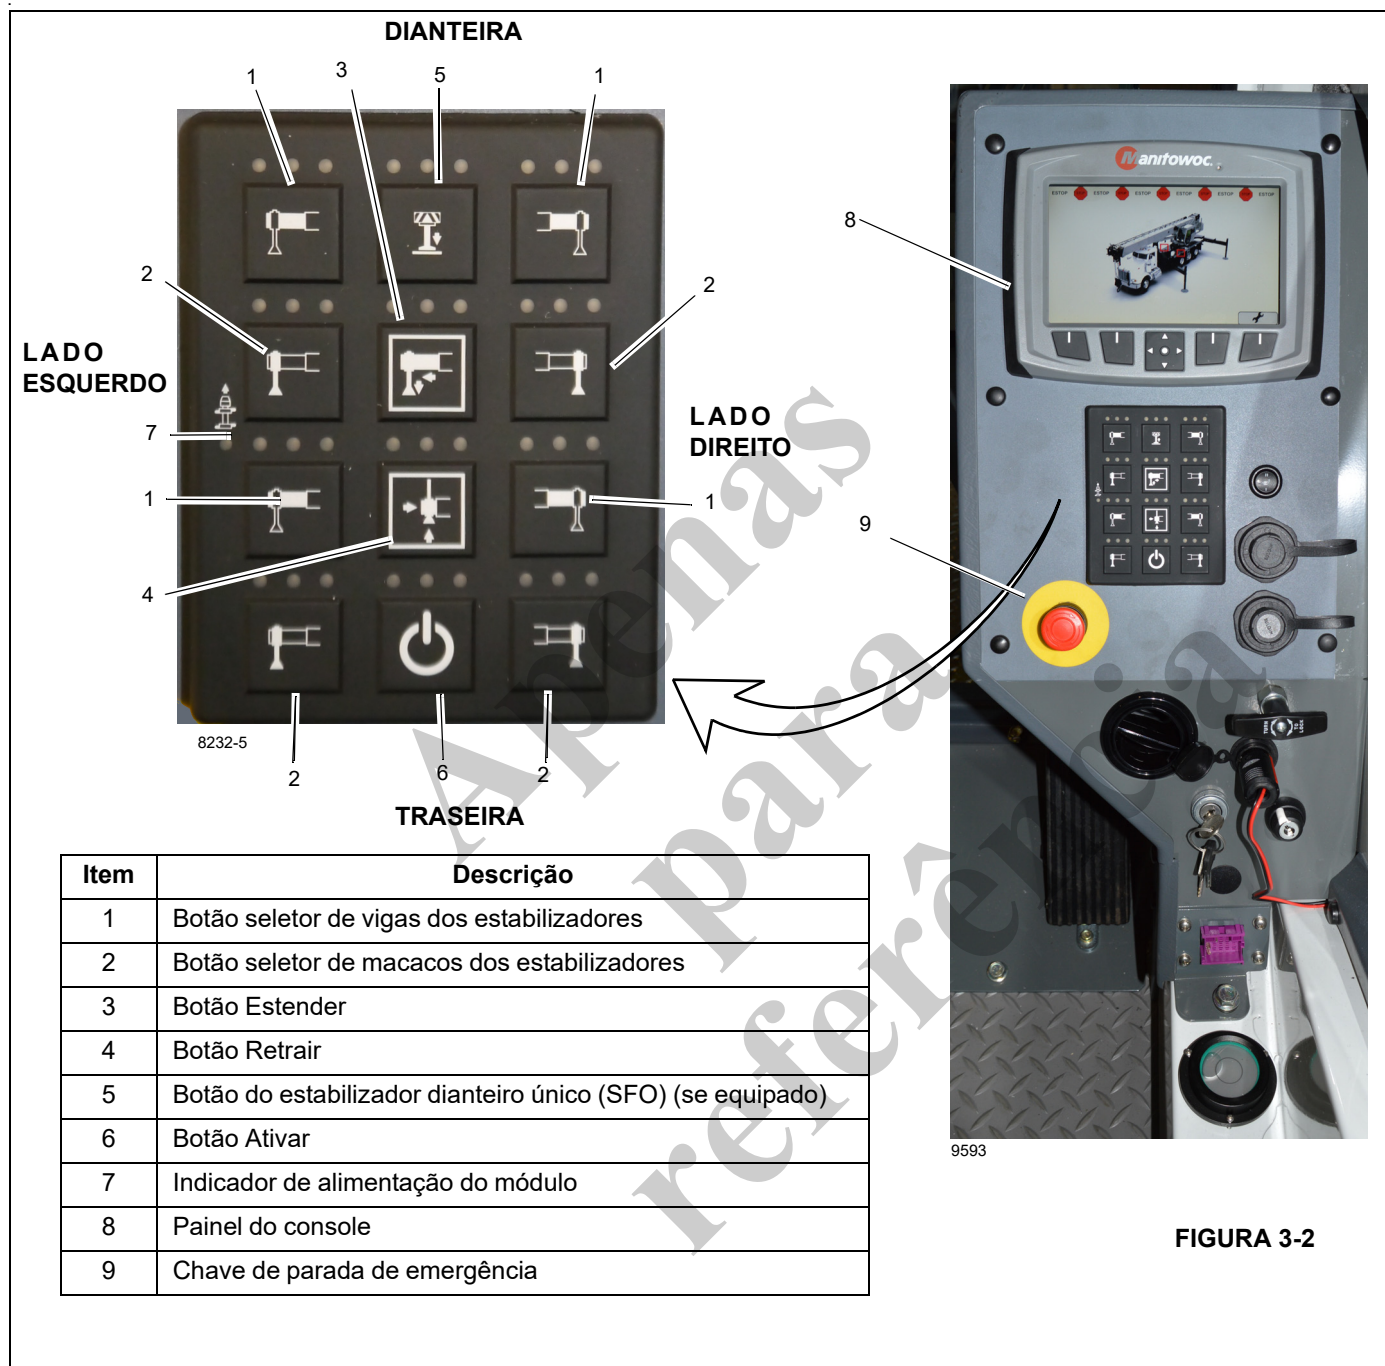

FIGURA 3-2
- É necessário liberar a chave ESTOP (9, Figura 3-2) da cabine do guindaste.
Os estabilizadores podem ser operados de três locais, incluindo um controlador de teclado localizado no (Figura 3-1) console da cabine do guindaste e dois teclados da estação de solo (Figura 3-2) localizados à esquerda e à direita da estrutura do transportador. Cada controlador do estabilizador da cabine possui os controles para estender e
O painel de controle do estabilizador da cabine (Figura 3-2) está localizado no painel dianteiro do console da cabine da superestrutura e é usado para controlar os estabilizadores de dentro da cabine. O painel de controle possui um touchpad com botões de controle e indicadores para estender e retrair as vigas dos estabilizadores, para elevar e abaixar os cilindros dos macacos dos estabilizadores e para elevar e abaixar o estabilizador dianteiro único (SFO), se equipado. Se não estiver equipado com um SFO, os indicadores LED de SFO acima do botão do SFO acendem em vermelho. A estação de controle da cabine do guindaste contém um indicador de nível e uma chave de parada de emergência. Todas as funções do estabilizador podem ser controladas pelo painel de controle da cabine.
O botão ativar está localizado no painel de controle do estabilizador da cabine (Figura 3-2) e é usado em conjunto com a pré-seleção de chaves seletoras do estabilizador para controlar as funções do estabilizador.
O botão de extensão está localizado no painel de controle do estabilizador (Figura 3-2) e é usado em conjunção com os botões de ativação para controlar as vigas do estabilizador ou as funções do macaco.
O botão de retração está localizado no painel de controle do estabilizador (Figura 3-2) e é usado em conjunto com os botões de ativação para controlar as vigas do estabilizador ou as funções do macaco.
Os indicadores LED exibem o status do botão de controle selecionado (Figura 3-2) no painel de controle do estabilizador da cabine. Um LED acenderá por 5 segundos depois que um botão tiver sido selecionado.
O indicador de alimentação do módulo está localizado no painel de controle do estabilizador da cabine e indica que a estação de controle dos estabilizadores (Figura 3-2) é ativada quando um LED verde acende. A estação de controle não pode ser ativada se o guindaste estiver executando outra função. (Por exemplo: operar a lança.)
Os botões seletores das vigas dos estabilizadores (Figura 3-2 e Figura 3-3) são usados para operar as vigas dos estabilizadores dianteiros ou traseiros. Ambos os lados
Os botões seletores da viga do estabilizador do controle de solo (Figura 3-1 e Figura 3-2) são usados para operar a viga do estabilizador dianteiro ou traseiro somente do mesmo lado do guindaste em que o controle de solo se encontra.
Use os botões seletores do macaco do estabilizador (Figura 3-1 e Figura 3-2) para indicar qual macaco deseja operar.
O botão do SFO (Estabilizador único dianteiro) está localizado no painel de controle do estabilizador (se equipado) para os controles do estabilizador da cabine (Figura 3-2) e controles de estabilizador de solo (Figura 3-1 e Figura 3-3). O botão do SFO é usado para abaixar e elevar o estabilizador dianteiro central opcional. Para operar o SFO, pressione o botão do SFO para ativá-lo e, em seguida, o botão de extensão/retração. O SFO retrai-se automaticamente se algum dos outros macacos for ajustado e deve ser reativado se a elevação tiver que prosseguir. Se não estiver equipado com um SFO, o LED vermelho acende.
Há uma chave de parada de emergência (Figura 3-2 e Figura 3-3) localizada em cada controle do estabilizador em cada lado do transportador (Figura 3-3) e dentro da cabine no console dianteiro (Figura 3-2). Pressionar uma chave de parada de emergência desliga o motor.